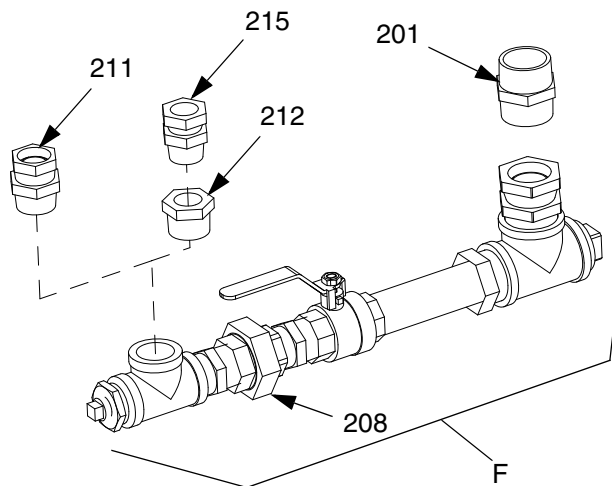

FIG. 7: Collegamento del gruppo di uscita del fluido al pompante
4. Allentare il raccordo (208).
5. Collegare il raccordo girevole (211 o 215) alla valvola di fondo della pompa. Vedere la FIG. 7.
6. Applicare pasta sigillante per tubature a un'estremità dei filetti del nipplo (201) e installare tale estremità sul fondo del serbatoio (D).
9. Serrare il raccordo (208) e assicurarsi che il gruppo di uscita del fluido sia allineato. Vedere la FIG. 7 a pagina 10.